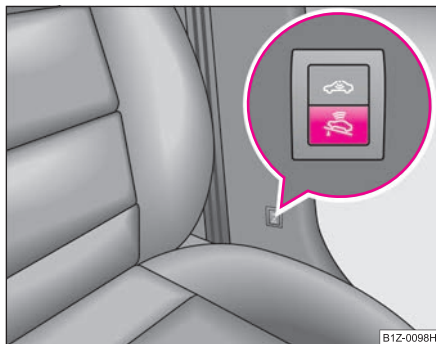

Fig. 35 Tasta protecției la remorcare
- Apăsați tasta  de pe stâlpul ușii de pe partea conducătorului ⇒ fig. 35, în tastă se aprinde simbolul .